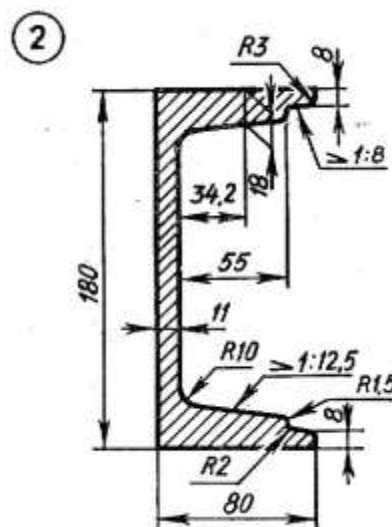

Рис.2
- 10 Какие инструменты не используются при создании оптимального эскиза в CAD, показанного на рис.2: